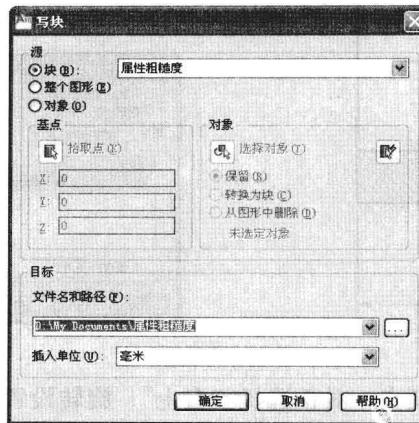

图6-1-21
(1) 打开素材文件“6-1-5.dwg”，在命令行输入“wblock”，或输入“w”，并按Enter键，打开的“写块”对话框，选择“源”项目下的“块”，单击右侧的下拉按钮，在下拉列表中选择块名称“属性粗糙度”，如图6-1-21所示。